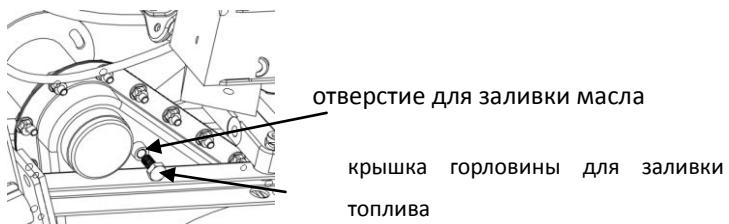

Рис. 10
- После определенного времени эксплуатации (приблизительно от 80 до 100 часов работы) необходимо долить смазочное масло с патрубок для заливки масла SAE 30 (масло с рабочей температурой от -10° до 200°). См. Рис. 10